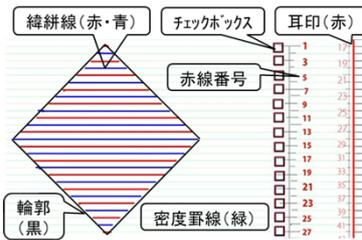

図5 緯緋図案イメージ
③ 緯緋図案法による染色
- ・Cの方法を取り入れることとし、画像編集ソフト(Photoshop)を利用して緯緋染色用の図案を作製し、図案から緯緋分の長さ(形状)に染色可能とする方法を考案した。(図5)